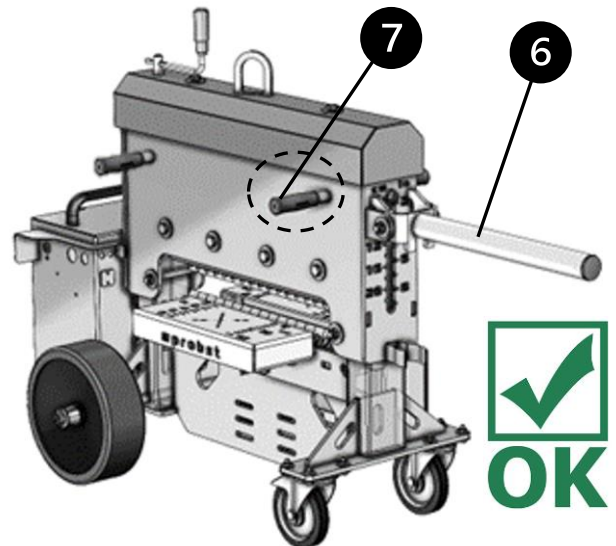

Abb. 2
- Za tímto účelem je třeba přepravní páku ⑥ uvést do vodorovné polohy. → Abb. 2